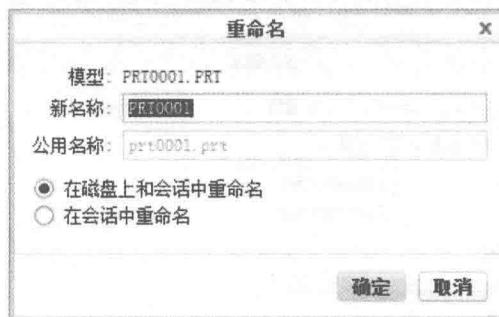

图 1-2-9 “重命名”对话框
(6) 重命名
- ① 选择“文件”→“管理文件”→“重命名”，弹出如图 1-2-9 所示的“重命名”对话框，当前模型的名称则出现在“模型”文本框中。
- ② 在“新名称”文本框中输入新文件名。
- ③ 选中“在磁盘上和会话中重命名”或“在磁盘上和会话中重命名”单选按钮。
- ④ 最后单击“确定”按钮即可完成重命名操作。